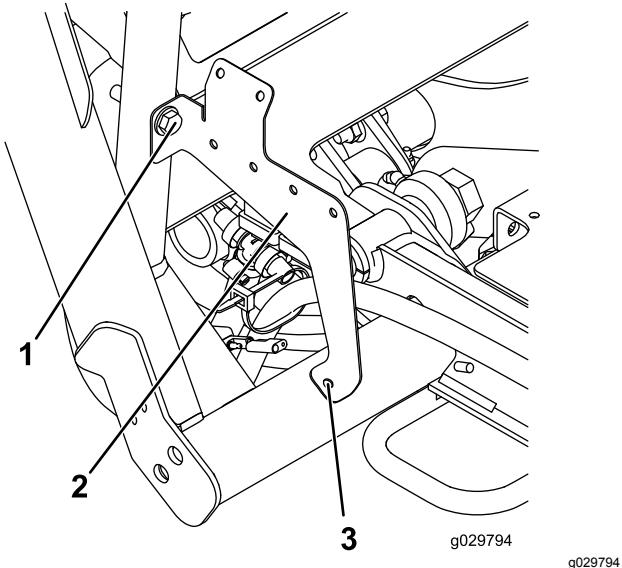

Figura 25
- Monte provisionalmente el soporte de los relés en el bastidor usando un perno ($\frac{3}{8}$ " x 2"), una arandela (0,406") y una tuerca ($\frac{3}{8}$ "), según se muestra en Figura 25.
- Marque el punto indicado en Figura 25.